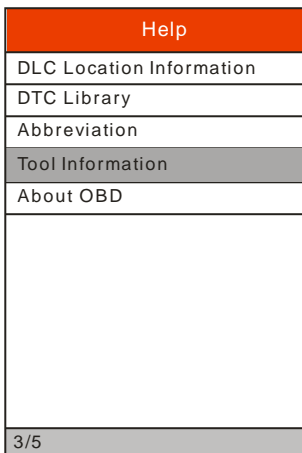

Abbildung 7-3
- Markieren Sie die „Werkzeug Information“ in Abbildung 7-3 und drücken Sie [OK].